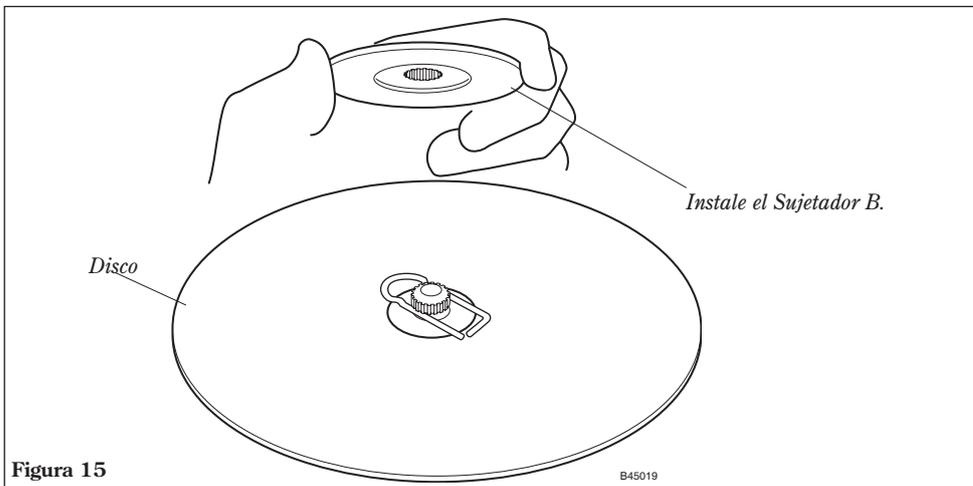

Figura 15
6. Instale el sujetador B en el eje de la caja de cambios. Consulte la figura 15.